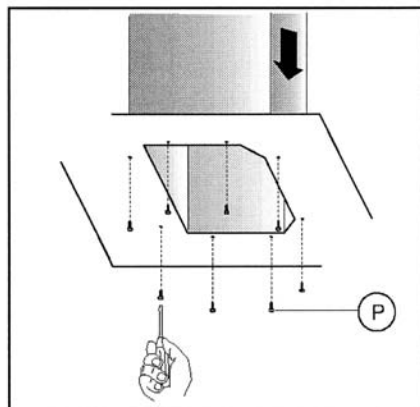
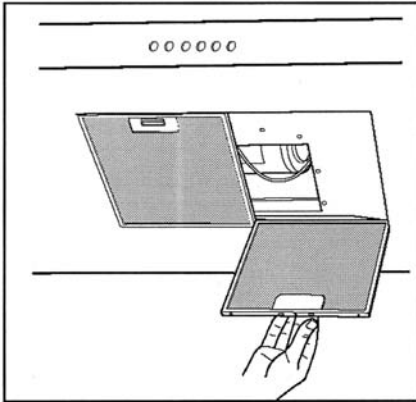

Fig.14
Fig.16
- La distancia mínima entre la superficie de soporte de los recipientes de cocción en el dispositivo de cocción y la parte más baja de la campana de cocina debe de ser de al menos 65 cm. Si debe usarse un tubo de conexión compuesto de dos más partes, la parte superior debe estar fuera de la parte inferior. No conecte la descarga de la campana a un conducto en el que circule aire caliente o que sea utilizado para evacuar los humos de aparatos alimentados por una energía que no sea eléctrica. Antes de efectuar las operaciones de montaje, para una más fácil maniobrabilidad del aparato, extraer el/los filtro/s antigrasa (Fig.16). En el caso de montaje del aparato en la versión aspirante (Fig.1B), predisponer el orificio de evacuación aire.
Si su aparato está equipado con un conducto de evacuación de humo inferior que necesita ser fijado al armazón de la campana con tornillos, quite los filtros antigrasa de la campana utilizando las manijas correspondientes (Fig.16). Luego atornille el tubo del conducto de evacuación de humo inferior dentro de la campana, utilizando
los tornillos **P** (Fig.14). Al final reponga los filtros en su sitio.
- There must be a minimum distance of at least 65 cm between the lowest part of the cooker hood and the surface on which the cooking recipients rest. If a two-part connection tube is used, the upper part must be placed outside the lower part. Do not connect the hood outflow to a conduit with circulating hot air or one used to extract smoke produced by appliances not powered by electricity. Before assembly, remove the grease filter/s (Fig.16) from the appliance for easier handling. If assembling the appliance in suction mode (Fig.1B), prepare the air outlet hole.
If your appliance has a lower smoke extraction conduit that must be screwed to the hood casing, remove the grease filters from the hood using the handles (Fig.16). Secure the lower smoke extraction conduit tube inside the hood with the screws **P** (Fig.14). Finally, replace the filters.